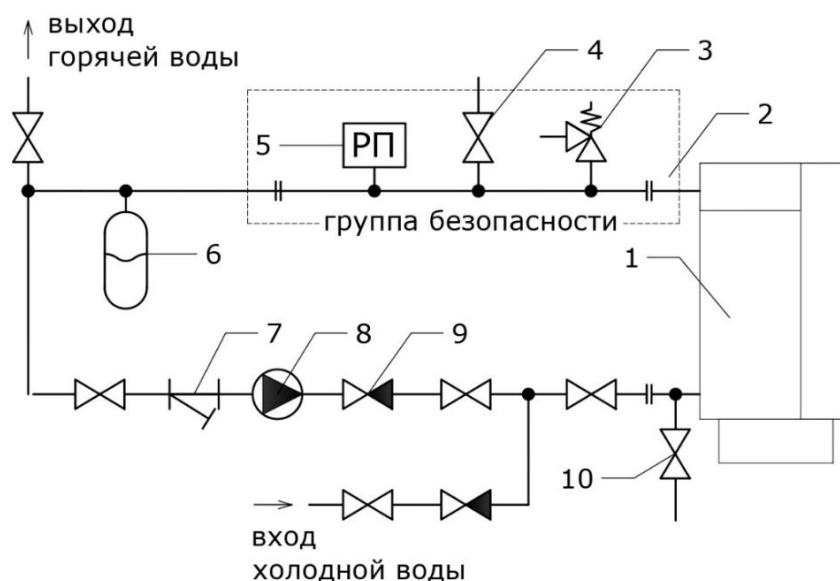

Рис. 5
6.8. Рекомендуемая схема подключения водонагревателя показана на рис. 5.
6.10. Перед циркуляционным насосом обязательно должен быть установлен фильтр грубой очистки с размером ячеек сетки фильтрующего элемента не более 500 мкм, обратный клапан (при параллельном подключении нескольких электрокотлов) и кран (см. рис. 5).